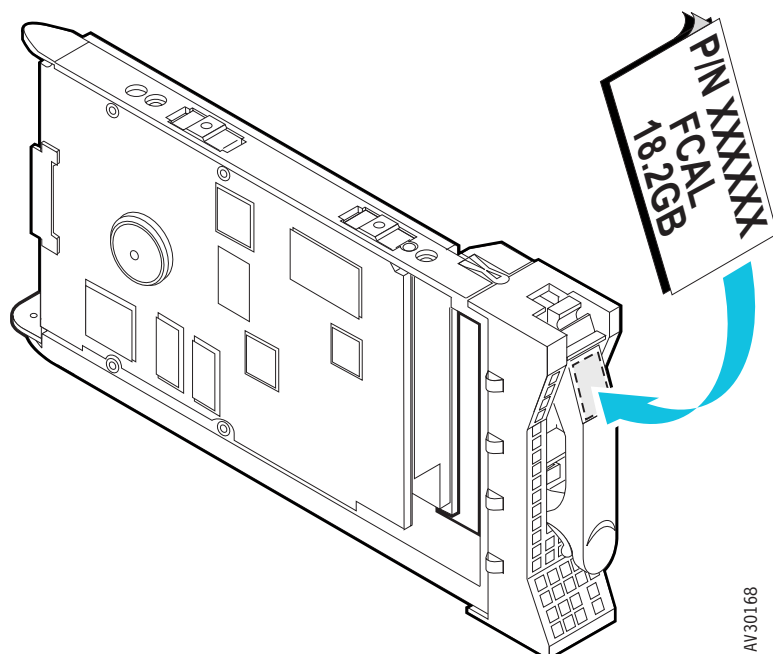

図 30. HDD モジュールのハンドルとラベル
3. 図 30 のように、HDD モジュールには部品番号ラベルが付いています。このラベルには、HDD の部品番号の下 7 桁、HDD タイプ (FC-AL) そして容量 (たとえば 18.2GB) が記載されています。